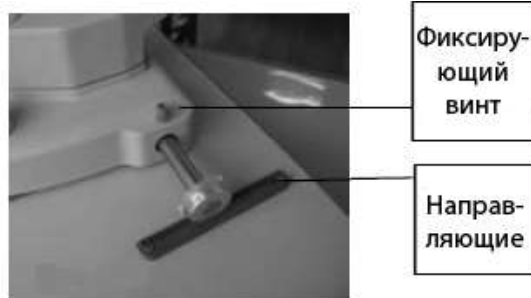

Рис.2.2.5
9. Выньте щелевую лампу (Рис. 2.1.3), установите её на направляющие рабочего стола, проверьте чтобы колеса свободно катились по направляющим (Рис. 2.2.5 и 2.2.6), с
помощью отвертки открутите четыре винта крепящих направляющие, установите протекторы, затяните винты (Рис. 2.2.5 и 2.2.6).